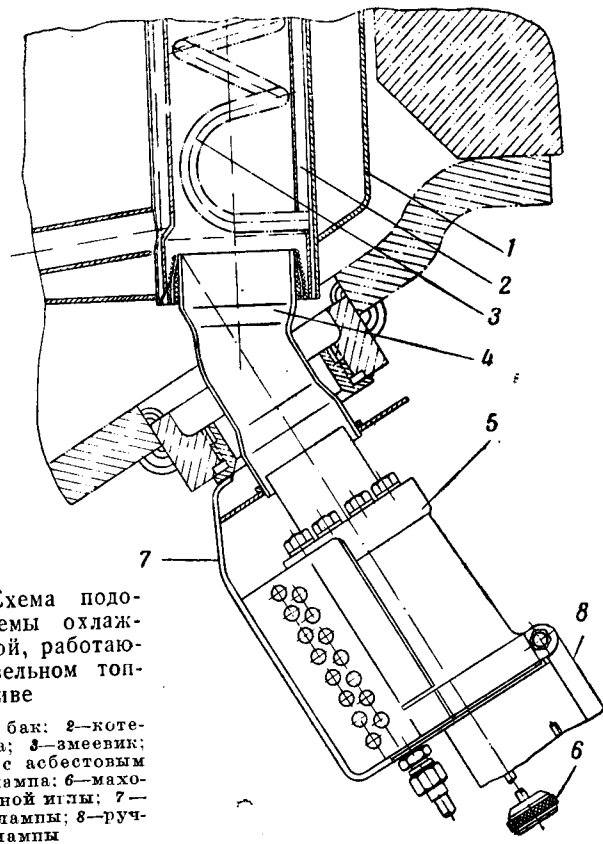

Рис. 36. Схема подогрева системы охлаждения лампы, работающей на дизельном топливе
(рис. 36—37)
4. Отвернуть пробку в днище танка, установить патрубок 4 (рис. 36) и ввернуть кронштейн 7 так, чтобы кронштейн был внизу.